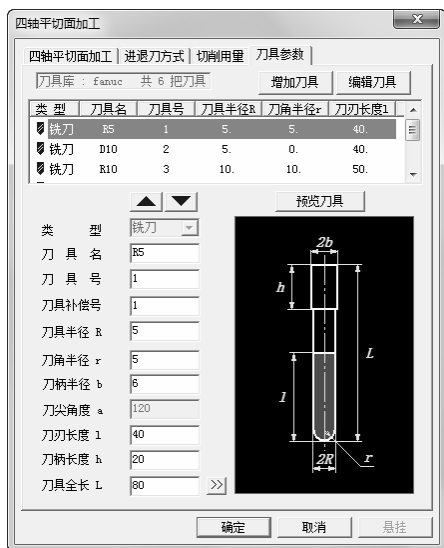

图 4-25 “刀具参数”选项卡
4) 单击“刀具参数”选项卡，选择刀具名称为“D10,r5”，D 代表刀具直径，r 代表刀角半径的球头铣刀。具体“刀具参数”参数数值如图 4-25 所示。